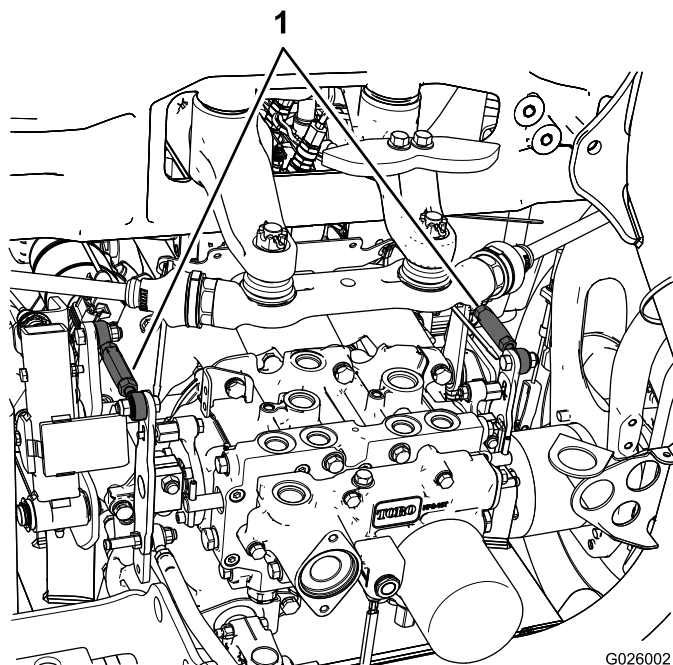

Figure 44
- Si la roue arrière gauche tourne, desserrez les écrous de blocage sur la tige de commande de transmission gauche (Figure 44).